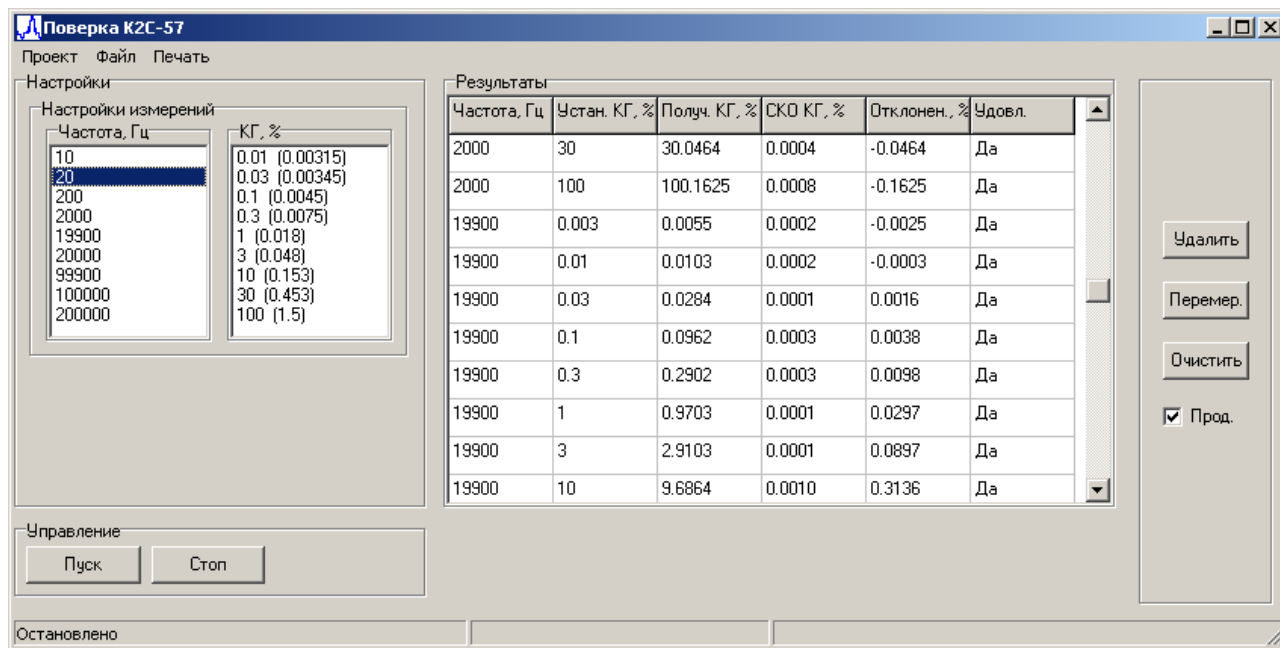

Рисунок 31. Результаты поверки установки К2С-57
6.5.1.3 После прохождения всех ступеней по частотам и коэффициентам гармоник (см. рисунок 31) можно распечатать протокол или сохранить результаты в формате Microsoft Excel.